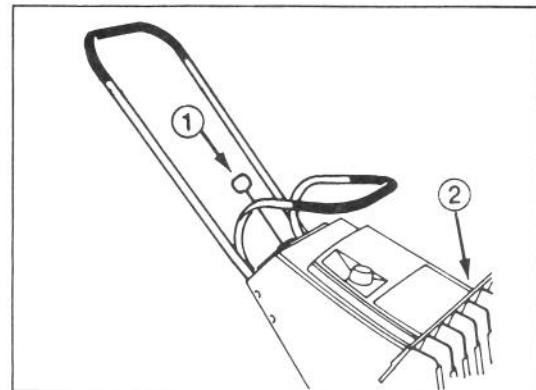

Fig. 5
1. REGOLAZIONE DELLE PALETTTE (Fig. 5)—Mantenete le palette in posizione verticale per sgombrare la neve con maggior efficacia. Tuttavia, si può scaricare la neve sulla destra o sulla sinistra semplicemente facendo girare il comando delle palette. Riponete lo sgombraneve con le palette in posizione verticale.